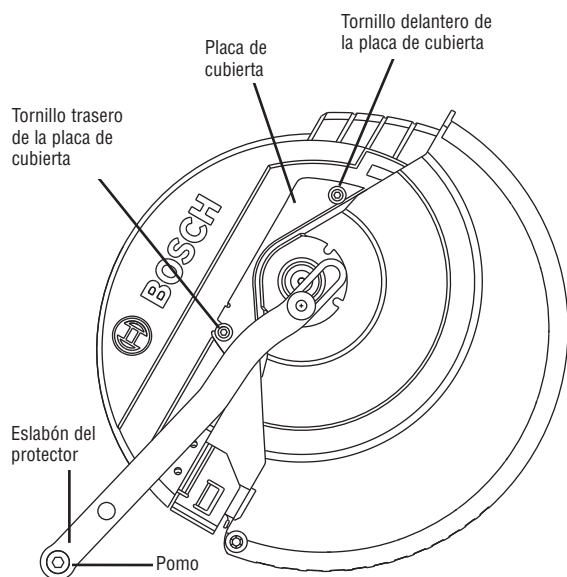

Figura 3
1. Ubique la sierra en la posición hacia ARRIBA y a un bisel de 0°. Si está en la posición hacia ABAJO, presione ligeramente hacia abajo sobre el ensamblaje del cabezal de la sierra y jale hacia fuera el pasador de fijación del ensamblaje del cabezal (artículo 43, página 63); luego, deje que el cabezal de la sierra suba (vea la figura 3).